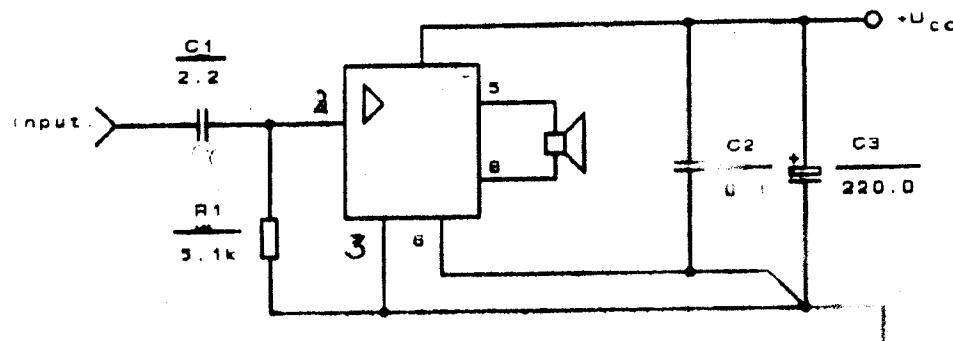

Рис. 4. Типовая схема включения микросхемы КР1082УНЗА(Б).
2.4. Типовая схема включения микросхемы приведена на рис. 4.
( $T = 25^{\circ}\text{C}$ , рис. 4)
3.5. Нижнее значение диапазона воспроизводимых частот определяется номиналом конденсатора С1 (Рис.4), а верхнее имеет очень большой запас и составляет 1500 кГц (типовое значение).